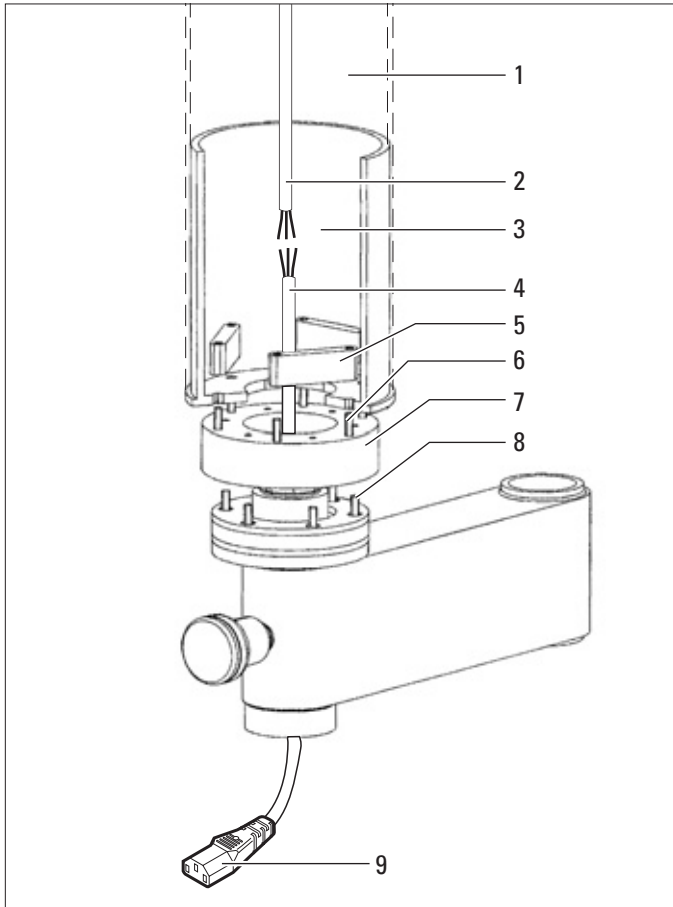

Bild 1
- ⇒ Netzkabel (4) durch die Achse des Schwenkarms führen und mit Netzkabel (2) von der Decke mit einem Netzstecker oder einem Klemmanschluss verbinden (Bild 1).